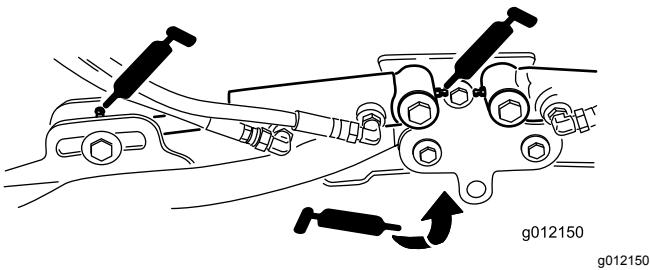

Bild 62
- Hubarmzylinder der Schneideeinheit (2 Stück) (Bild 62)
- Hubarmgelenke (1 Stück) (Bild 62)